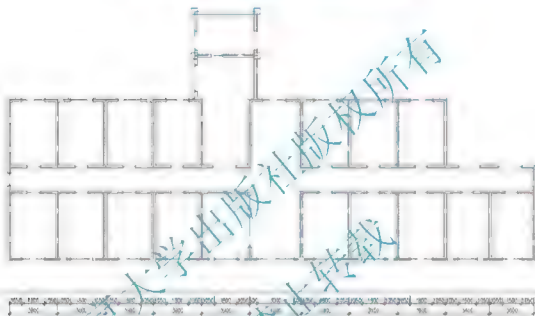

图 3.48 标注出轴尺寸
② 按 Enter 键结束【连续】标注命令, 结果如图 3.48 所示。